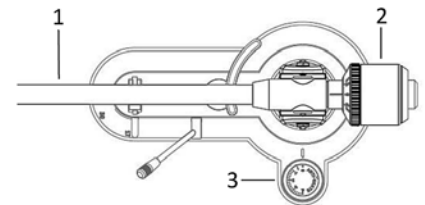

рис.3
Разметка должна быть спереди. Противовес используется для установки правильной прижимной силы картриджа (рис.3).
5. Поставьте антискейтинг (3) на «0» (рис.3).
6. Двигайте, поворачивая, противовес (2) (рис. 3) вперед или назад пока не достигнете горизонтального баланса.